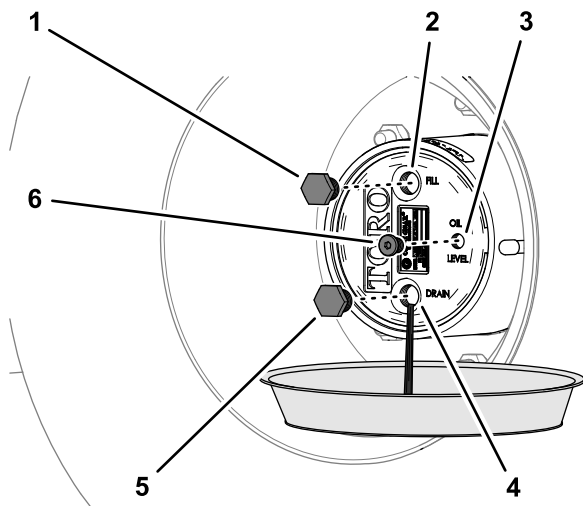

Рисунок 99
- Установите сливной поддон под ступицу планетарной передачи, снимите пробку сливного отверстия, пробку заливочного отверстия и пробку контрольного отверстия и дайте маслу полностью стечь (Рисунок 99).